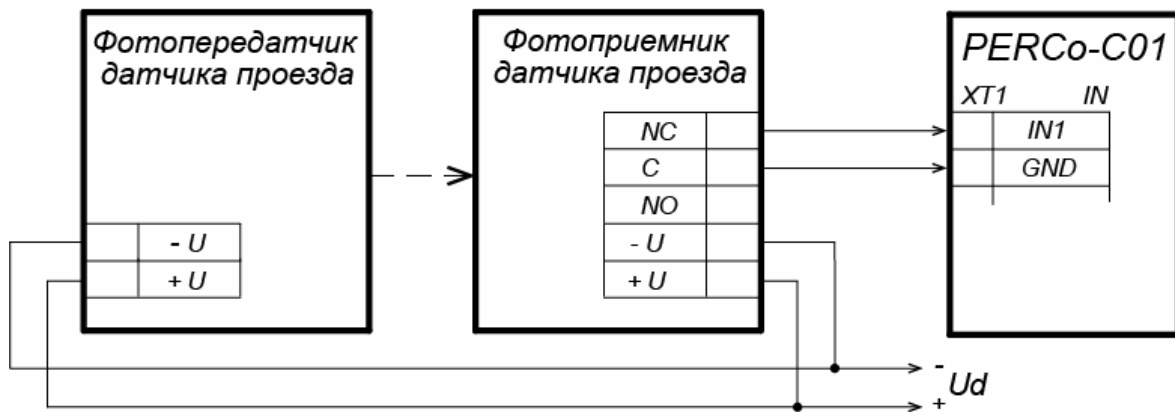

Рисунок 12. Схема подключения датчиков проезда
3. Датчик проезда подключается к клеммной колодке **XT1** нижней платы контроллера согласно схеме, представленной на рис. 12. Для подключения используйте тип кабеля №4 (см. табл. 2). При подключении нескольких датчиков их выходы включаются последовательно.